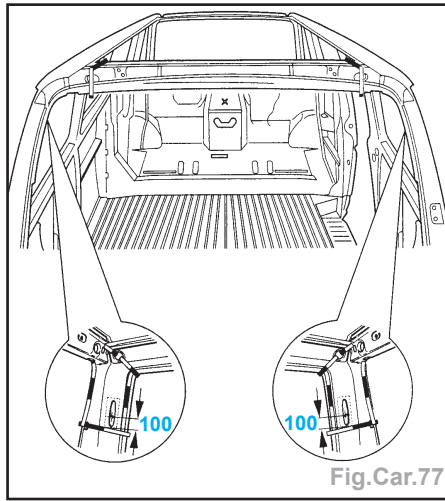

Fig.Car.77
- Veiller à ne pas endommager les renforts intérieurs lors du découpage (montant D intérieur) (Fig.Car.77).